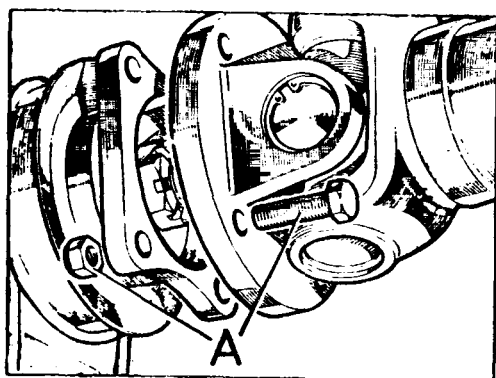

Fig. D-5 Acoplamiento del árbol de transmisión al diferencial
- 2.3. Fijar el árbol de transmisión a la brida del diferencial (Fig. D-5) colocando las tuercas detrás de la brida y apretándolas por igual.